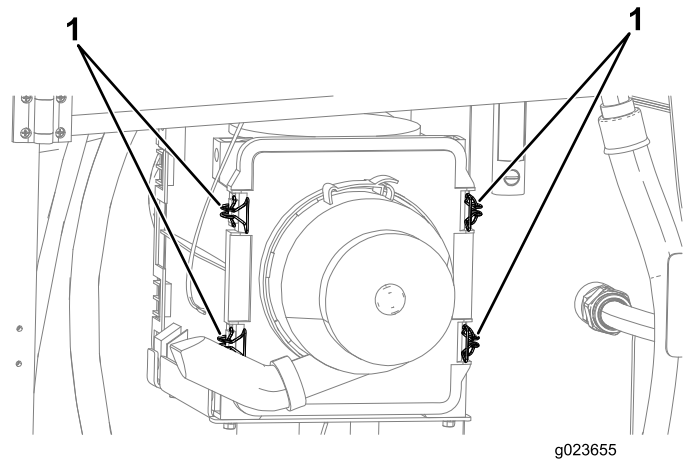

Figura 118
5. Puxe para fora os 4 fechos da tampa do purificador de ar (Figura 118).
4. Pressione a tampa do purificador de ar até que esteja totalmente encaixada, fixando-a em seguida com os fechos (Figura 118).